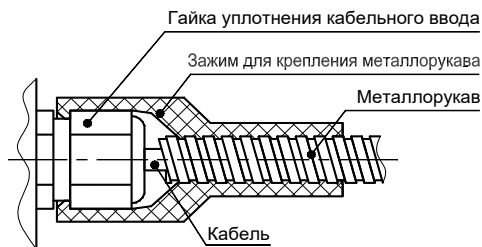

Рисунок 7.
4. Надеть зажим для крепления металлорукава на кабели в металлорукаве со стороны монтажного шкафа (см. рисунок 7).
7. Надеть зажим для крепления металлорукава с металлорукавом на гайку кабельного ввода до его надежной фиксации на гайке (см. рисунок 7).